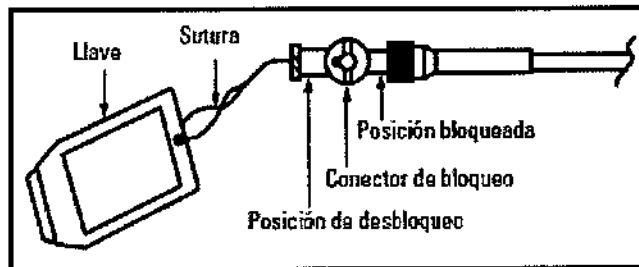

Figura 1. Mecanismo de bloqueo de la sutura
2. Para bloquear la espiral en su posición, tire suavemente de la sutura hasta percibir resistencia. Sin soltar la sutura, inserte la "llave" en la ranura del conector de bloqueo y gírelo 180 grados en sentido horario. La flecha señalará la posición "Locked" (bloqueada). Esta posición bloquea la espiral en su lugar, pero deja el lumen abierto para la irrigación y el drenaje. Consulte la Figura 1